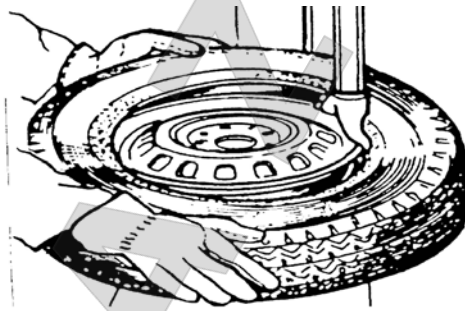

рис.7
- 4) Установите шину так, чтобы её закраина прошла ниже носика головки и выше края (хвоста) ее задней части (рис.7). Противоположную сторону закраины вдавите в углубление обода.